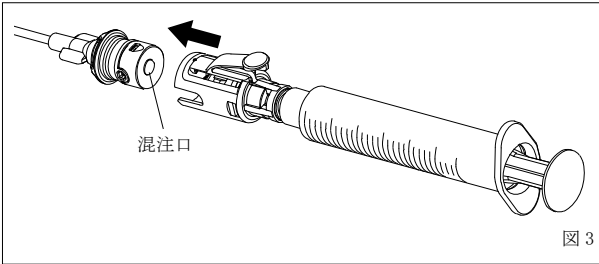

図 3
5. 閉鎖式コネクタ部を指定の混注口にまっすぐ押し込み接続する。接続できた場合はカチッと音がする(図 3)。